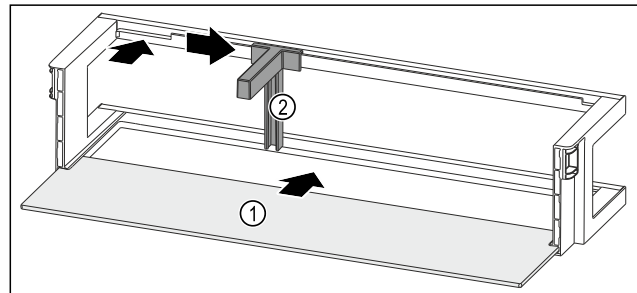

Fig. 92 Balconcino controporta con ripiano
- Inserire il ripiano Fig. 92 (1) negli incavi laterali.
- Inserire il portabottiglie Fig. 92 (2) nell'incavo.
- Far scorrere il portabottiglie Fig. 92 (2) lateralmente alla posizione desiderata.